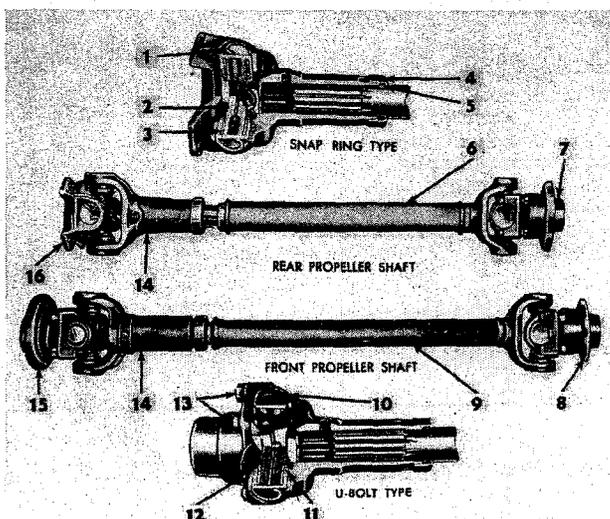

Fig. 163 Kreuzgelenke
Alle Kreuzgelenke sind sich in konstruktiver Hinsicht ähnlich, mit der Ausnahme, dass es sich um U-Bolzen und Sicherungsring-Ausführungen handelt. Der Unterschied besteht in der Befestigung der Gelenke und ist augenfällig. Siehe Fig. 163.
Diese Ausführung ist in Fig. 163 dargestellt. Zum Entfernen der Sicherungsringe sind die Enden mit einer Zange zusammenzudrücken. Springen die Ringe nicht sofort aus den Nuten, ist leicht auf das Ende des Lagers zu klopfen, um den auf den Ring wirkenden Druck aufzuheben. Nach dem Entfernen der Sicherungsringe ist auf das Ende eines Lagers zu drücken, bis das andere Lager aus dem Joch hinausgestossen ist. Drehe dann das Gelenk herum, drücke das erste Lager zurück und hinaus, indem auf das freie Ende des Zapfens gepresst wird. Steht Werkzeug W - 148 nicht zur Verfügung, ist ein Durchschläger aus weichem Metall mit einem flachen Ende, dessen Durchmesser etwa  $1/32'' = 0,8$  mm kleiner als derjenige der Lagerbohrung ist, zu verwenden, um das Lager hinauszutreiben, andernfalls das Lager beschädigt werden könnte.
Reinige sämtliche Teile in einem Reinigungsmittel und ersetze alle Teile, die irgendeine Abnutzung aufweisen. Überzeuge Dich, dass der Fettkanal in jedem Zapfen offen ist. Auch ist es ratsam, beim Zusammenbau neue Dichtungen, Nr. 12 in Fig. 163, zu verwenden. Fülle die Lagergehäuse zu einem Drittel mit Fett und setze die Nadeln ein. Steht das Werkzeug W - 148 nicht zur Verfügung, sind die Lager in der vertikalen Lage zu halten, damit die Nadeln beim Zusammenbau nicht hinausfallen. Wenn die Lager nach dem Zusammenbau etwas klemmen, ist mit einem Hammer leicht auf die Arme zu klopfen, um irgend einen am Ende des Zapfens auf die Lager wirkenden Druck aufzuheben.
Überzeuge Dich, dass der Fettkanal in jedem Zapfen offen ist. Auch ist es ratsam, neue Dichtungen, Nr. 12 in Fig. 163, für das Abdichten der Lagerbüchsen zu verwenden. Fülle die Lagergehäuse zu einem Drittel mit Fett und setze die Nadeln ein. Die Lagerbüchsen müssen in einer vertikalen Lage gehalten werden, um ein Herausfallen der Nadeln beim Zusammenbau zu verhindern. Wenn die Lagerung nach dem Zusammenbau etwas klemmt, ist mit einem Hammer leicht auf die Arme zu klopfen, um den an Ende der Zapfen auf die Lager wirkenden Druck aufzuheben.
5. Ziehe die Hinterachswelle heraus und achte auf die Abstand- scheiben, Fig. 163, Nr. 21, damit sie nicht verloren gehen. Bei einer gebrochenen Welle kann das innere Ende normaler-